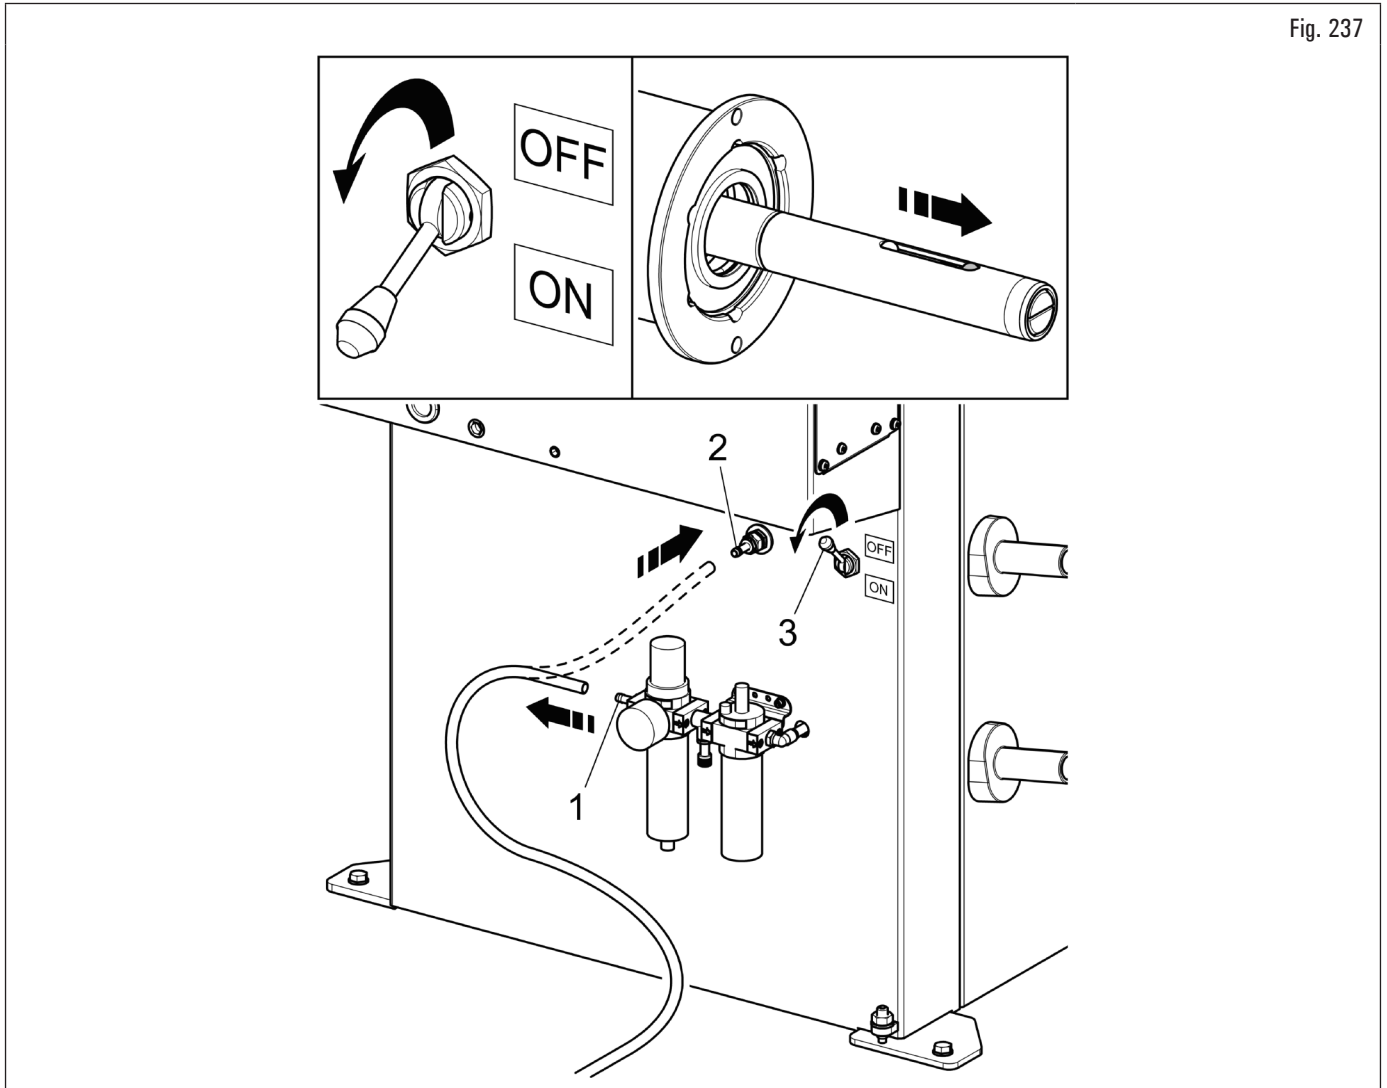

Fig. 237
En caso de un corte de energía, el mandril neumático podría permanecer cerrado, manteniendo la rueda bloqueada. Para activar el desbloqueo de emergencia desconectar la alimentación neumática del conjunto filtro reductor lubricador (Fig. 237 ref. 1) y alimentar el sistema de desbloqueo de emergencia conectando la fuente de alimentación al empalme (Fig. 237 ref. 2). Bajar la palanca (Fig. 237 ref. 3) a la posición "ON" para abrir el mandril y soltar la rueda. Al final, reposicionar la palanca (Fig. 237 ref. 3) en "OFF" y restablecer la conexión neumática en el conjunto de filtro reductor lubricador (Fig. 237 ref. 1).